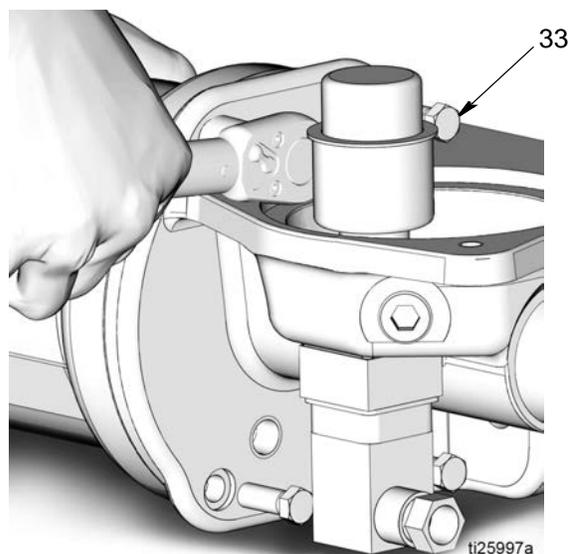

图 51
- c. 安装 4 个新螺栓。用手均匀拧紧螺栓 (33)，以对角模式每次每个拧一点点。然后用 10-13 英尺磅 (13.5-17.6 N?m) 的扭矩对角拧紧。参见 图 51。